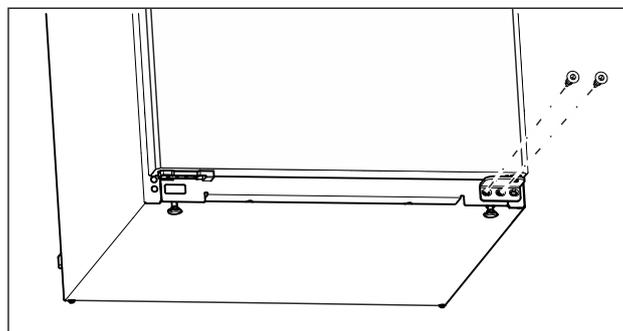

Fig. 14
- Am unteren Lagerbock die mittlere Schraube mit Schraubendreher Torx 20 herausdrehen. (siehe Fig. 14)
- Am unteren Lagerbock die innere Schraube mit Schraubendreher Torx 20 herausdrehen. (siehe Fig. 14)